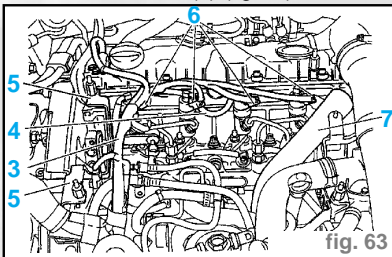

fig. 63
- les connecteurs (6) (fig. 63)
- le support (5) (fig. 63)
- la durite (4)
- le faisceau (3)
- la durite (7)
- les connecteurs (6)